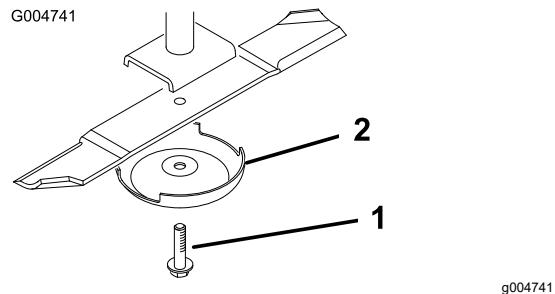

Bild 14
9. Montieren Sie die Messer, die Antiskalpierschalen und die Messerschrauben (Bild 14).